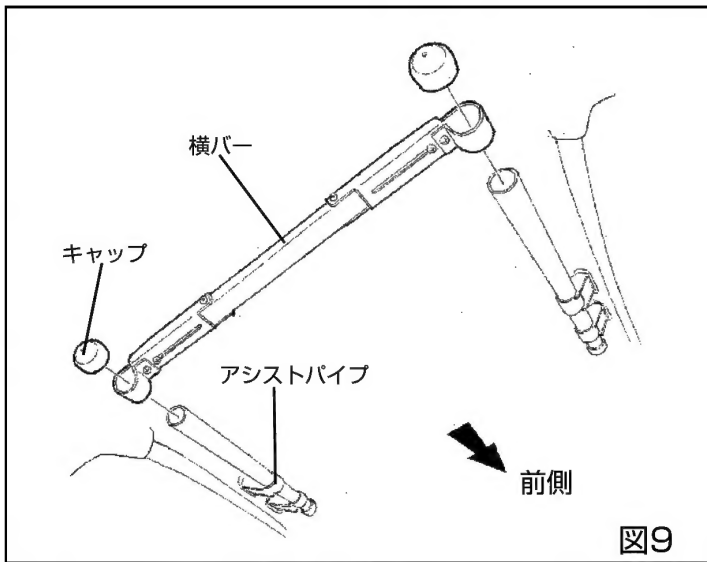

図9
- 4) 図9のように、左右のアシストパイプの後端に横バーを仮止めする。
- 5) アシストパイプ両端にキャップを付ける(図9)。
⑤ リアホルダーの取付け